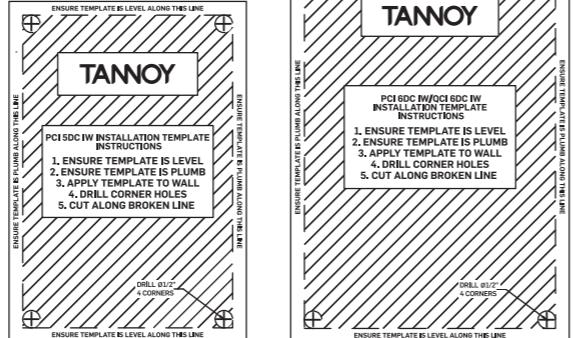

图 1. 抠图模板
2. 在所需的位置使用随附的切口模板 (图 1), 并使用合适的手动工具小心地在石膏板中切出一个孔。清除孔中的所有灰尘和碎屑 (图 2)。